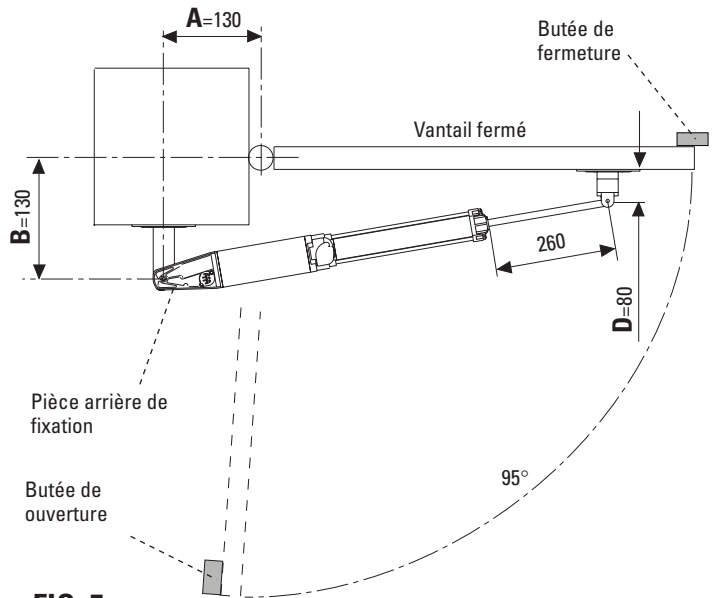

FIG. 5
IMPORTANT: Il est nécessaire de fixer au sol les Butées d'Arrêt en ouverture et fermeture (voir Fig.5 page 3 et Fig.7 page 4 détail 5-15) avant d'installer l'automatisme.
- Il faut utiliser une **contre-plaque de fixation** (Fig.6) pour souder la **Plaque percée**, lorsque si elle doit être scellée au mur il faut appliquer des chevilles en respectant les côtes A et B décrites en Fig.5 (ces côtes font référence exclusivement à l'axe de rotation du vantail)